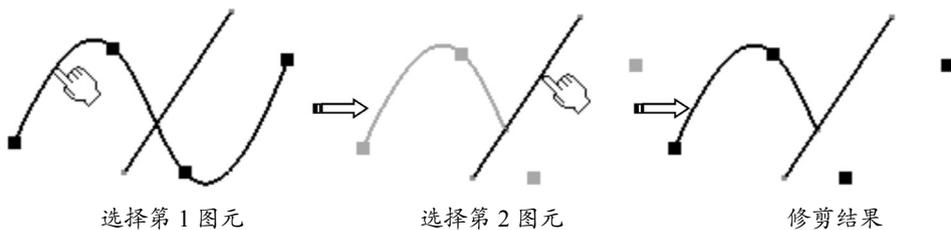

图 5-19
- 修剪第1图元: 修剪图元后, 将只修剪所选的第1图元, 保留第2图元, 如图5-19所示。